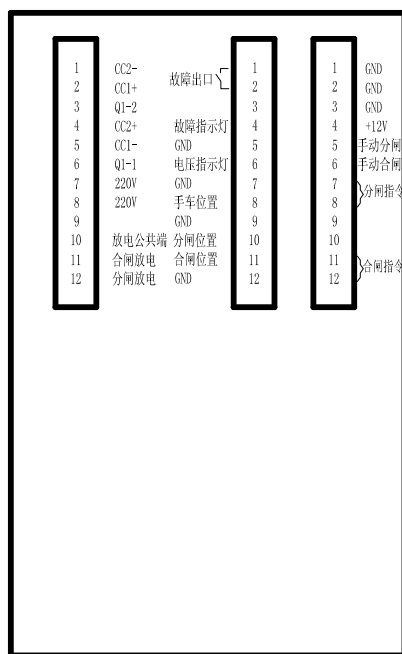

图 4 产品端子图 (正视)
4.2 产品端子图：产品端子图如图 4 所示：
接线端子如图 4 所示, 各端子接线说明如下:
按端子接线图 4 及上述说明完成接线。注意储能电容为有极性的电解电容, 连接时务必保证充电极性正确, 否则会损坏储能电容甚至引发安全事故。另外要注意永磁机构线圈接线确保电流方向正确, 以免永磁机构动作混乱。